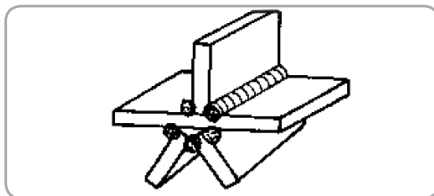

Fig. 16
• **Îmbinări sudate multiple (fig. 16):**